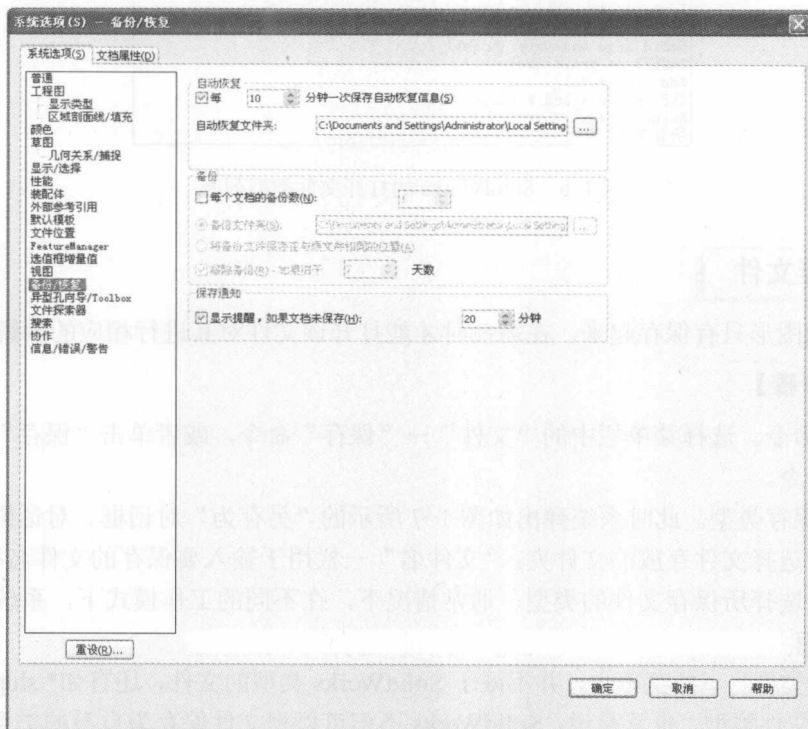

图 1-9 “系统选项—备份/恢复”对话框
- 2) 设置保存目录。系统弹出如图 1-9 所示的“系统选项—备份/恢复”对话框，单击对话框中的“备份”选项，在右侧的“备份文件夹”中可以修改保存备份文件的目录。